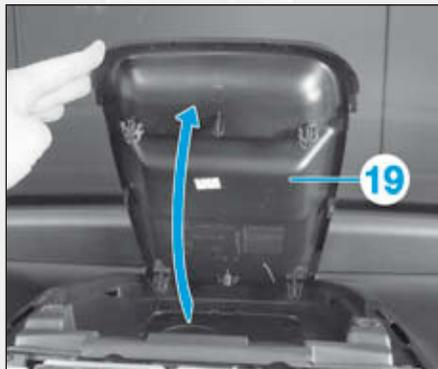

FIG.21
- Dégrafer la garniture centrale supérieure (19) de la planche de bord (Fig.21).